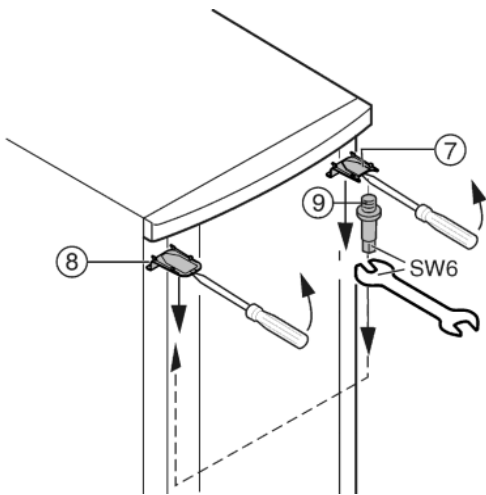

Fig. 6
- ▶ Oben Abdeckung Fig. 6 (7) und Abdeckung Fig. 6 (8) mit einem Schraubendreher vorn austrasten und schräg nach unten entfernen.
- ▶ Lagerbolzen Fig. 6 (9) herausdrehen und auf der Gegenseite **fest (mit 4 Nm)** eindrehen.
- ▶ Abdeckung Fig. 6 (7) auf der Seite des Lagerbolzens wieder montieren: hinten einsetzen, vorn einrasten.
- ▶ Abdeckung Fig. 6 (8) auf der Gegenseite montieren: hinten einsetzen, vorn einrasten.
- ▶ Tür oben in Lagerbolzen Fig. 6 (9) einhängen.